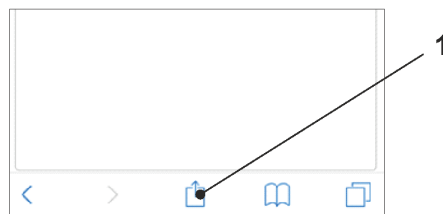

Abb. 26-14 Link einrichten
8. Zum Einrichten eines Links auf dem Home-Bildschirm (für einen direkten Zugang) das Symbol „Bereitstellen“ (Abb. 26-14 Pos. 1) antippen.